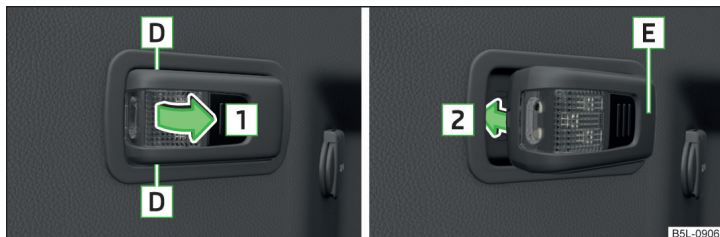

Fig. 110 Lampa cu posibilitate de demontare: scoaterea/introducerea
- Pentru **scoatere**, apucați lampa în zona **D** și scoateți-o în sensul săgeții **1** » fig. 110.
- Pentru **introducere**, introduceți lampa întâi cu partea din spate **E** în suport » fig. 110 și apoi apăsați-o în sensul săgeții **2**, până se fixează cu zgomot.